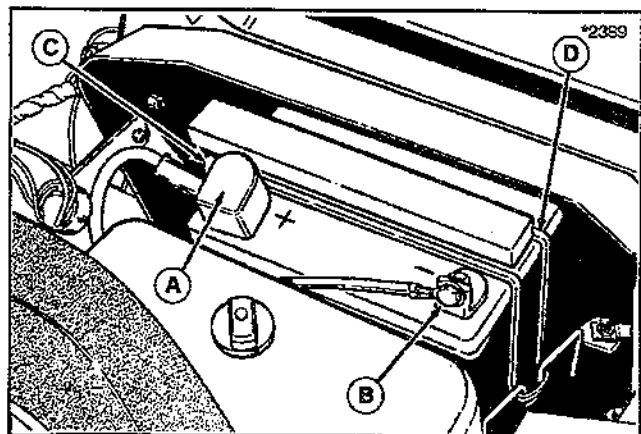

Figure 17. Batterie
1. Ouvrir le compartiment moteur pour localiser la batterie (fig.17). Debrancher les cables de la batterie, en commençant par le cable negatif. Le signe + se trouve sur la batterie près de la borne positive.
2. Enlever les tringles de support de la batterie (D, fig. 17) et la plaque de maintien. **Séparer** le capuchon de la batterie du tube d'aération (C). Le tube **doit** rester attaché au châssis. **Enlever** la batterie.